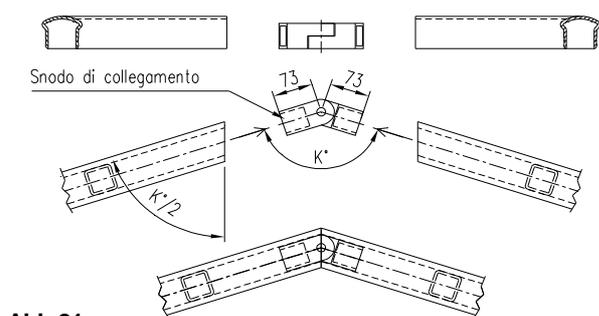

Abb.21
- 1 Gelenkverbinder aus Polyamid, der im Handlauf eingesetzt und mit Nieten befestigt wird (Fig. 21);